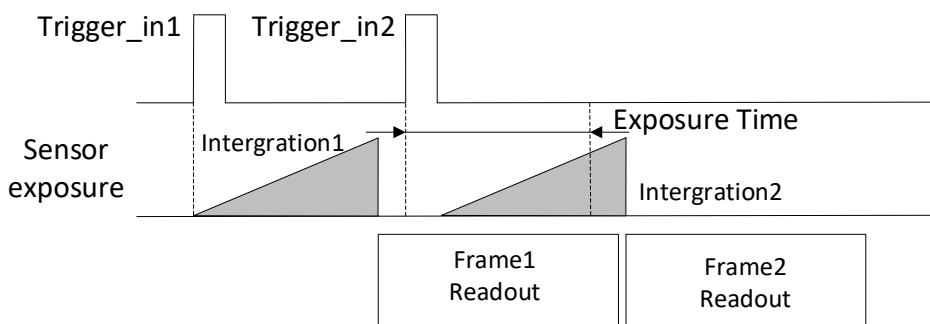

图4-19 第 2 帧曝光移动处理时序
- 若第 2 个触发信号第 1 帧图像的曝光结束时间早于相机当前第 1 个触发信号最后 1 帧出图时间，则相机内部会做处理，将第 2 个触发信号第 1 帧图像的曝光开始时间推迟，确保第 2 个触发信号第 1 帧图像的曝光结束时间不早于第 1 个触发信号最后 1 帧的出图时间，如图 4-19 所示。